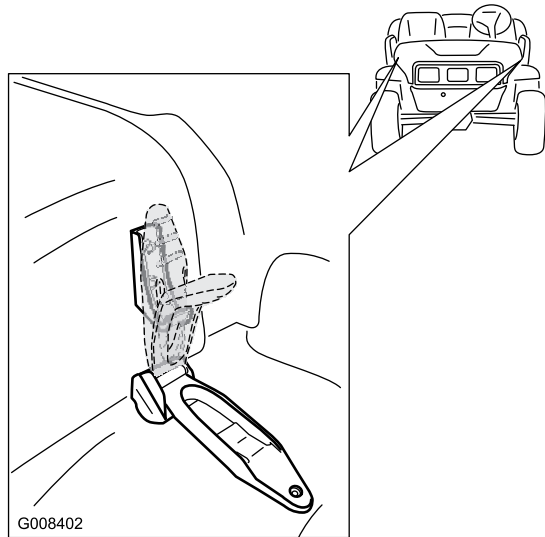

Figura 23
1. Eleve a pega dos trincos de borracha de cada lado do capot (Figura 23).
2. Segure no capot alinhando os trincos de borracha com as ¹/₂ncoras do trinco em cada lado do capot (Figura 23).